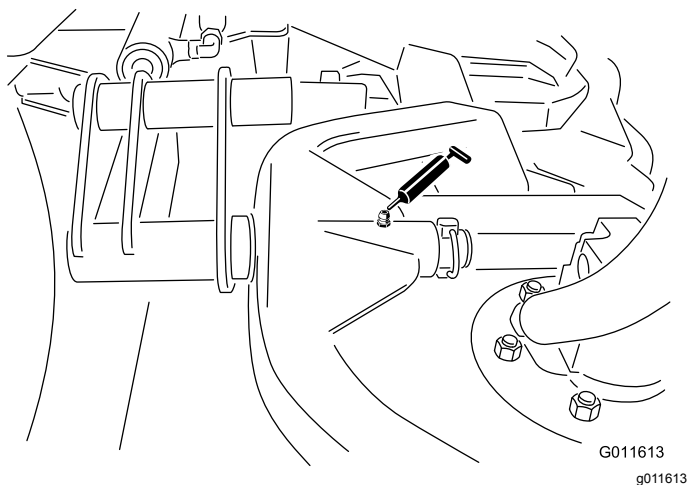

Figura 47
- Perno del telaio portante degli elementi di taglio (1 cad.) (Figura 47)